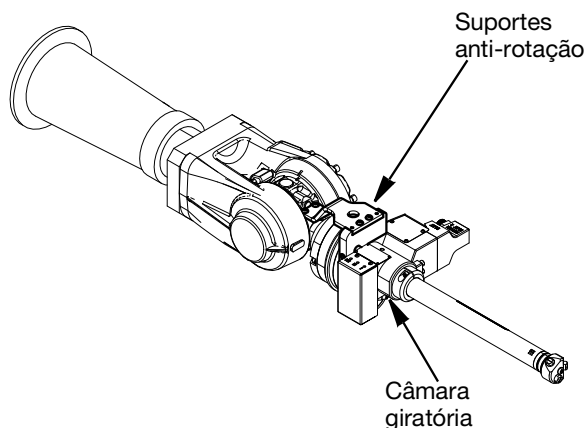

FIG. 3
Depois da Pistola 3D de Comutação ser montada no robô, os suportes anti-rotação devem ser fixados à caixa do suporte giratório (619) e ao ponto de fixação no robô usando os parafusos sextavados. O ajuste exato dos suportes anti-rotação dependerá do robô e do kit a ser utilizado. Consultar FIG. 3 para exemplo de instalação e página 32 para referência de peça de câmara giratória.